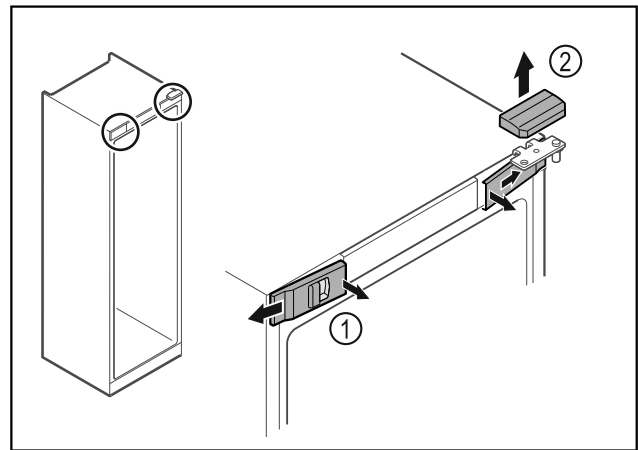

Fig. 15
- Uvolněte uvnitř přední kryty Fig. 15 (1) a sejměte je stranou.
- Horní kryt Fig. 15 (2) odeberte směrem nahoru.